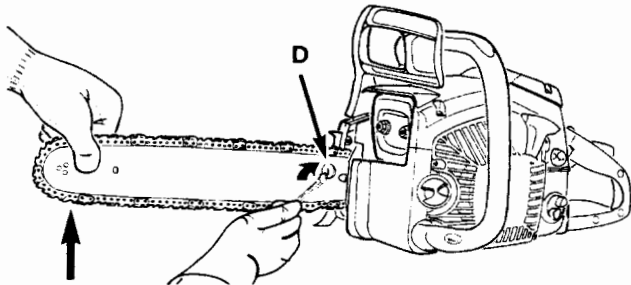

Fig. 28
1. Desserrer la barre retenant des noix (Fig. 22). Tenir le guide-chaîne à l'horizontale et serrer la vis (D) en tournant A DROITE pour augmenter la tension de la chaîne. Pour diminuer la tension, tourner la vis de réglage VERS LA GAUCHE. S'assurer que la chaîne est bien ajustée tout au long du guide-chaîne (Fig. 28).